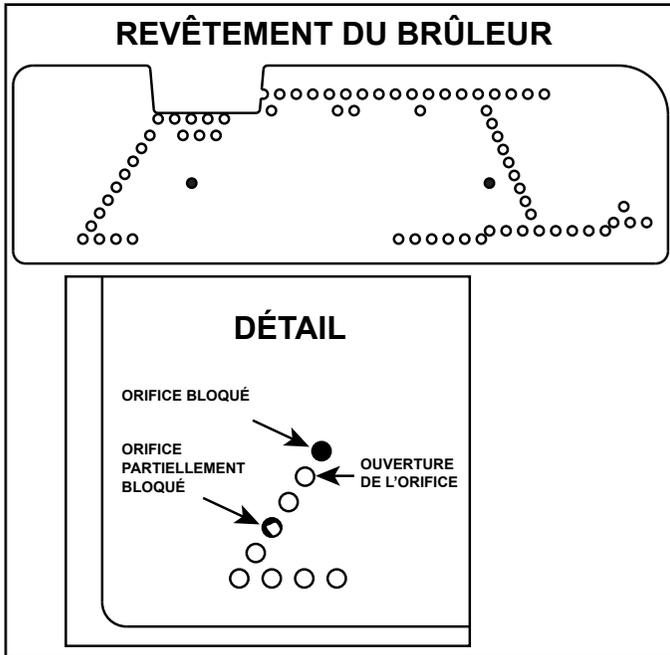

Figure 11.24 Vérifier les orifices du brûleur
2. Retirez le revêtement du brûleur de l'emballage. Vérifiez que tous les orifices ne sont pas obstrués. Voir la figure 11.24.